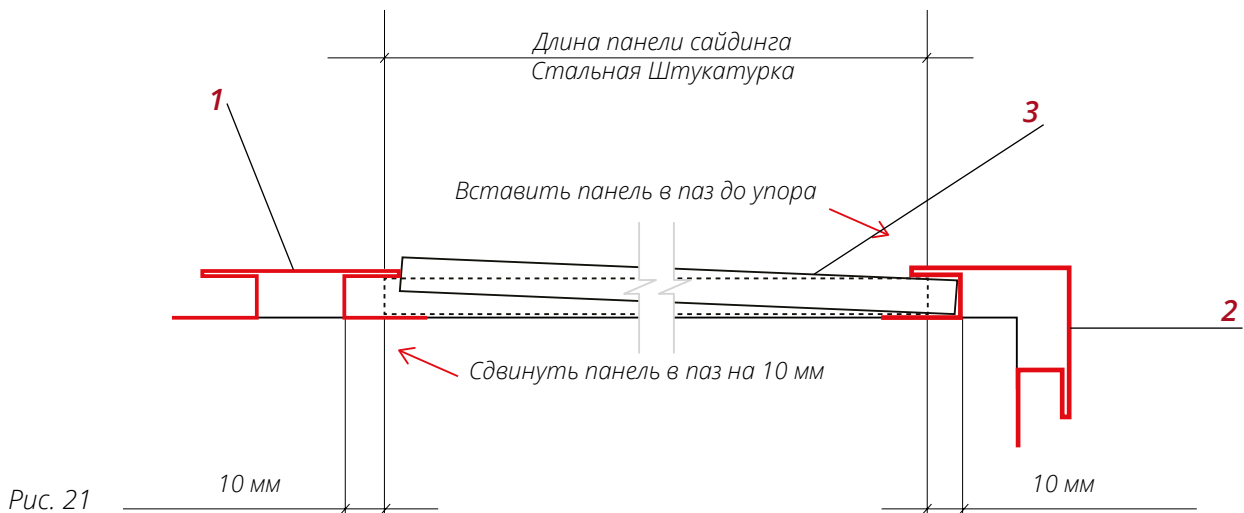

Рис. 21
■ Подготовьте панели таким образом, чтобы, когда один край панели **3** заведен до упора в паз доборного элемента **2**, второй край можно было завести в паз доборного элемента **1** с другой стороны (рис.21).